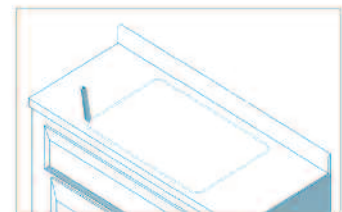

Figure 2. Draw cutout line 1/2" in from sink outline.
3. Mida 1/2" del contorno del fregadero y dibuje una segunda línea en el interior de la primera línea. Use el compás para señalar un radio de 1 1/2" en cada esquina de la segunda línea. Esta línea interna será la línea de corte. (Ver Fig. 2).